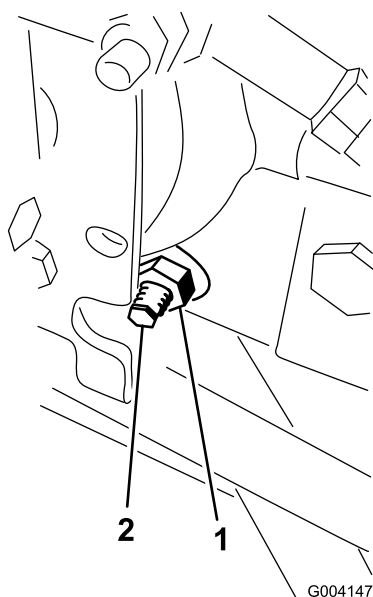

Figura 92
3. No lado direito do hidrostato, solte a porca de bloqueio no excêntrico de ajuste da tração (Figura 92).